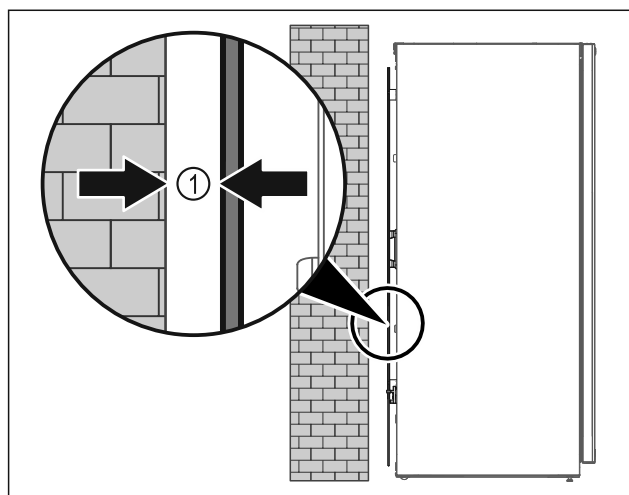

Fig. 45
- Gerät entweder frei im Raum oder direkt an einer Wand mit einem Mindestabstand von 5 mm Fig. 45 (1) aufstellen.